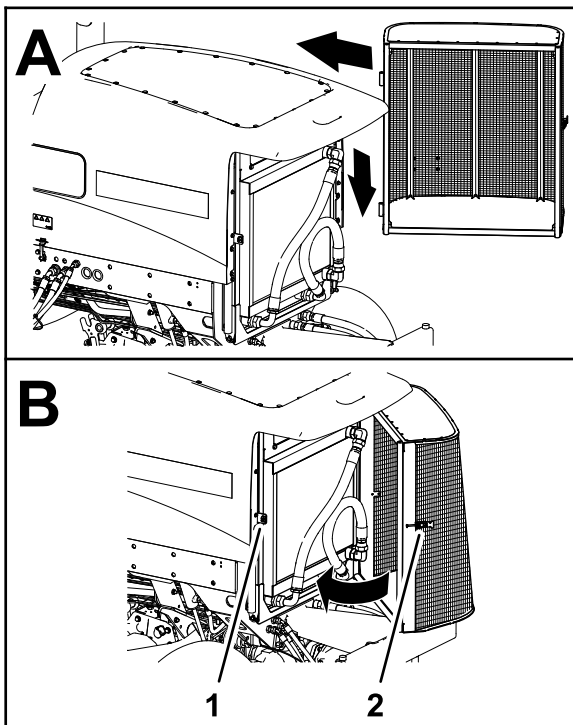

Figura 158
8. Monte la rejilla en los pasadores de la bisagra (Figura 158).